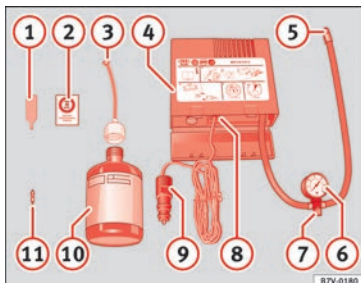

Fig. 188 Représentation standard : contenu du kit anticrevaison.
Le kit anticrevaison se trouve dans le coffre à bagages, sous le revêtement de plancher. Il inclut les composants suivants » fig. 188 :
Revissez le tuyau de gonflage » fig. 188 ⑤ et vérifiez la pression du manomètre ⑥.